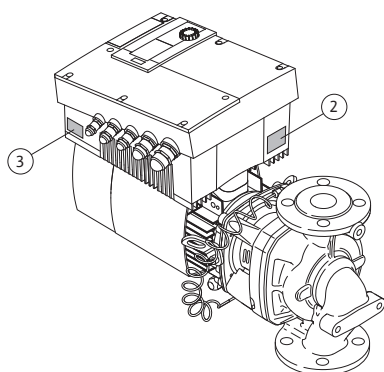

Fig. 12: Tyypikilpien sijainti:
- Käyttölaitteen tyypikilpi on elektroniikkamoduulissa kaapeliläpivientien puolella (Fig. 12, pos. 3). Sähköliitäntä on tehtävä käyttölaitteen tyypikilven tietojen mukaisesti.